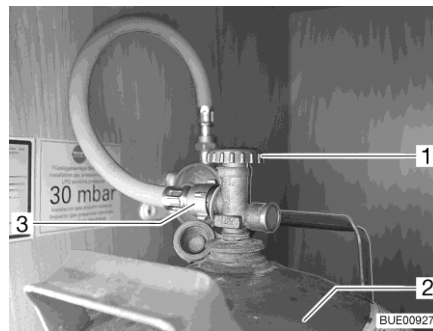

Bild 116 Gaskasten
- Haupt-Absperrventil (Bild 116,1) an Gasflasche (Bild 116,2) schließen. Pfeilrichtung beachten.
- Gasschlauch (Bild 116,3) von Gasflasche abschrauben.